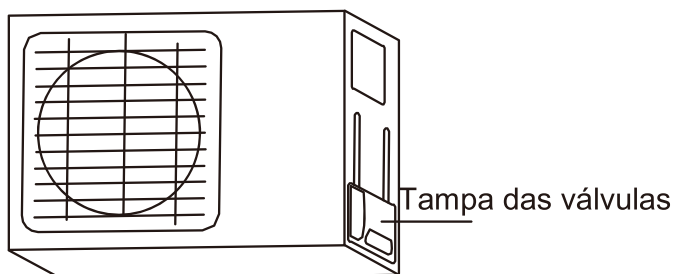

Fig. 5.9
1. Desaparafuse a tampa das válvulas na parte lateral da unidade exterior. (Consulte a **Fig. 5.9**)